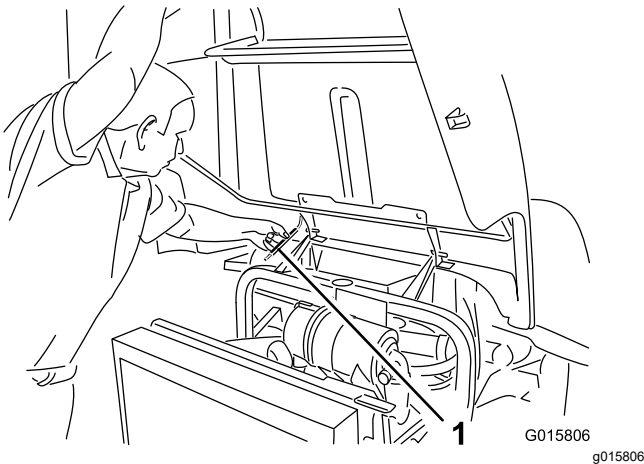

Figura 65
2. Levante el capó hasta que pueda colocar la varilla de sujeción detrás del tubo del bastidor (Figura 65).